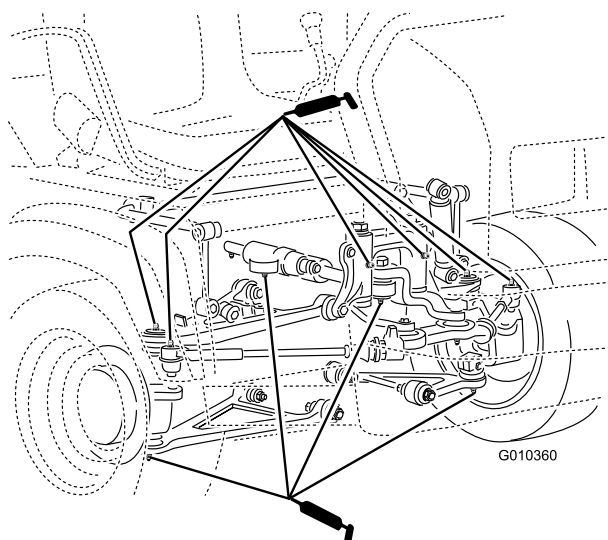

Figura 41
- Juntas de esferas (4), barras de ligação (2), montagens articuladas (2) e cilindro de direcção (2) (Figura 41)